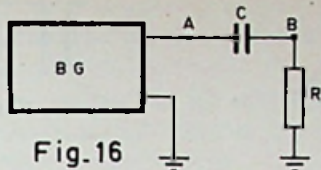

Fig. 16
① De uitgang van de blokspanningsgenerator BG is afgesloten met een RC-lid als in fig. 16 aangegeven.